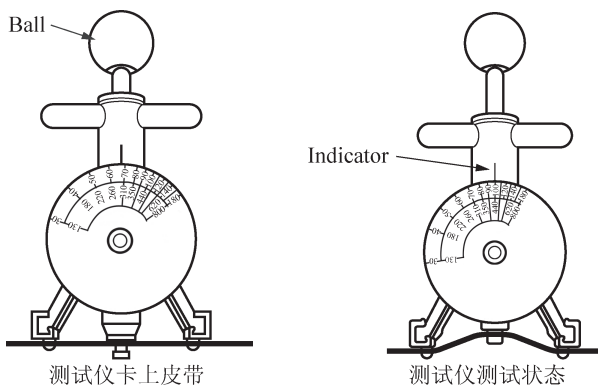

图 2-22 张力计使用方法
a. 完全按下手柄（球体），让挂钩咬合到传动带上，如图 2-22 所示。